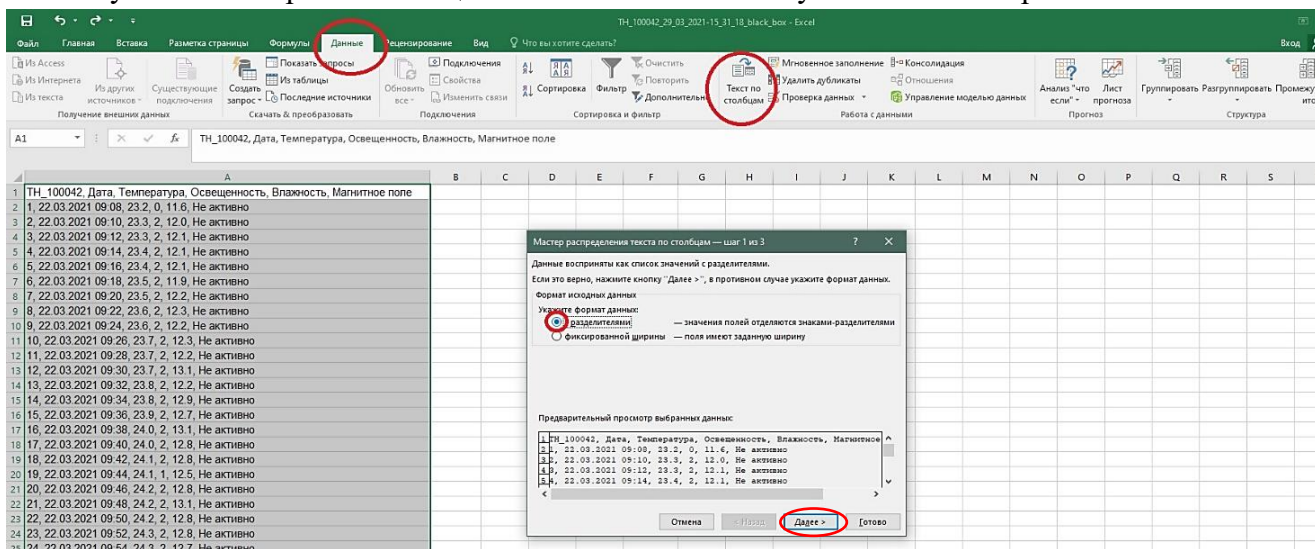

Рисунок 14 – Вкладка данные MS Excel, шаг 1
- В появившемся окне «**Мастер распределения текста по столбцам**» выбрать «**Формат данных**» / «**С разделителями**» (рис.14), нажать «**Далее**»;